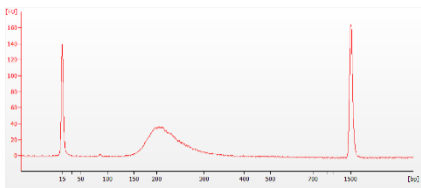

图2 标准实验流程 PCR 纯化后产物 Agilent 2100 Bioanalyzer 检测结果
- 3.9.2 通过 Bioanalyzer、Tapestation (Agilent Technologies)、LabChip® GX、GXII、GX Touch (PerkinElmer)、Fragment Analyzer™ (Advanced Analytical)等基于电泳分离原理的设备对 PCR 纯化后产物进行片段分布检测。图 2 为标准实验流程 PCR 纯化产物的 Agilent 2100 Bioanalyzer 检测结果。